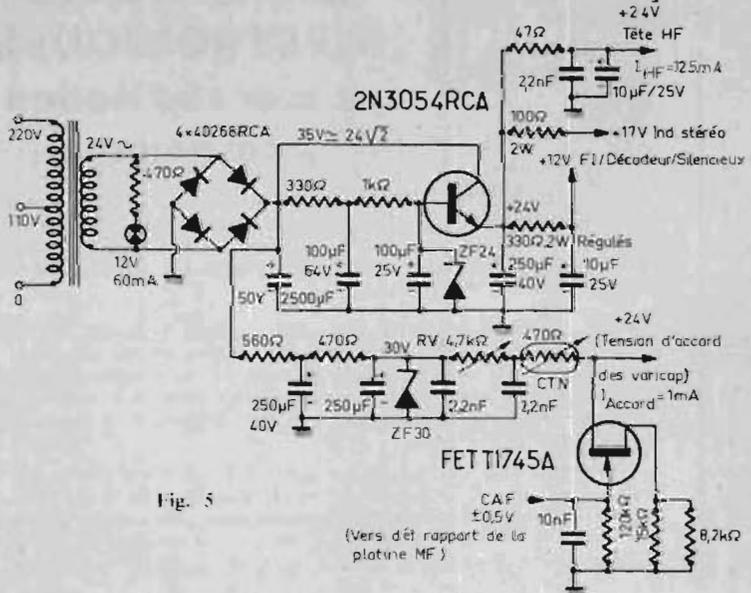

Fig. 5
- Alimentation stabilisée (Fig. 5).